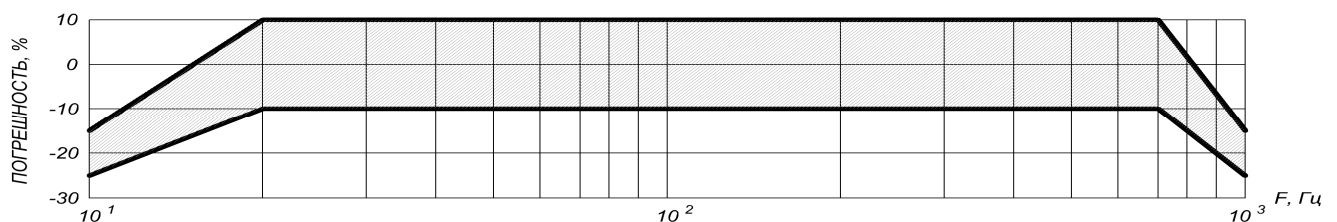

Рисунок 2 – Погрешность измерений в полосе частот
- допустимая погрешность находится в пределах границ обозначенных на рис. 2.